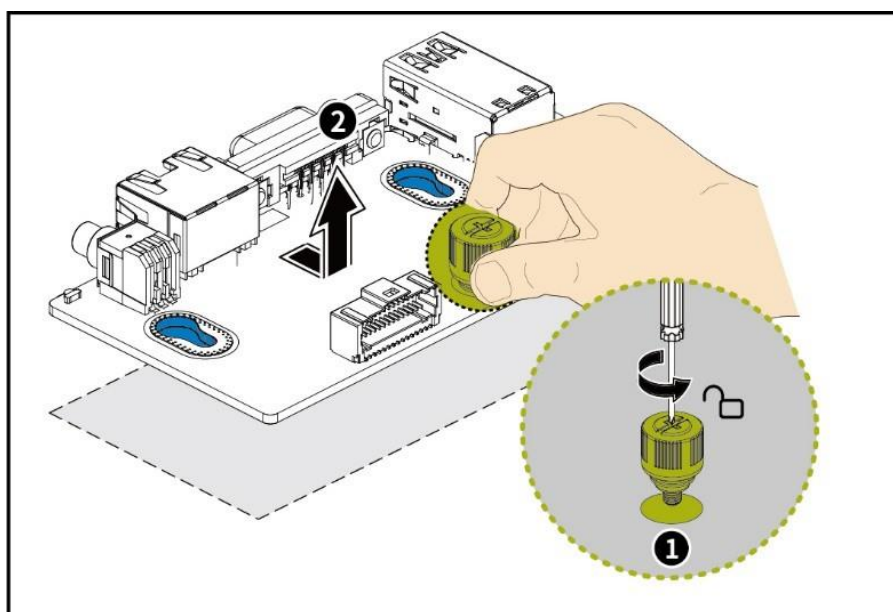

Рисунок 57 – Демонтаж платы IOM
- Удерживая невыпадающий винт, снимите карту ввода-вывода с штыревого фиксатора и вытащите ее под углом (см. рисунок 57).